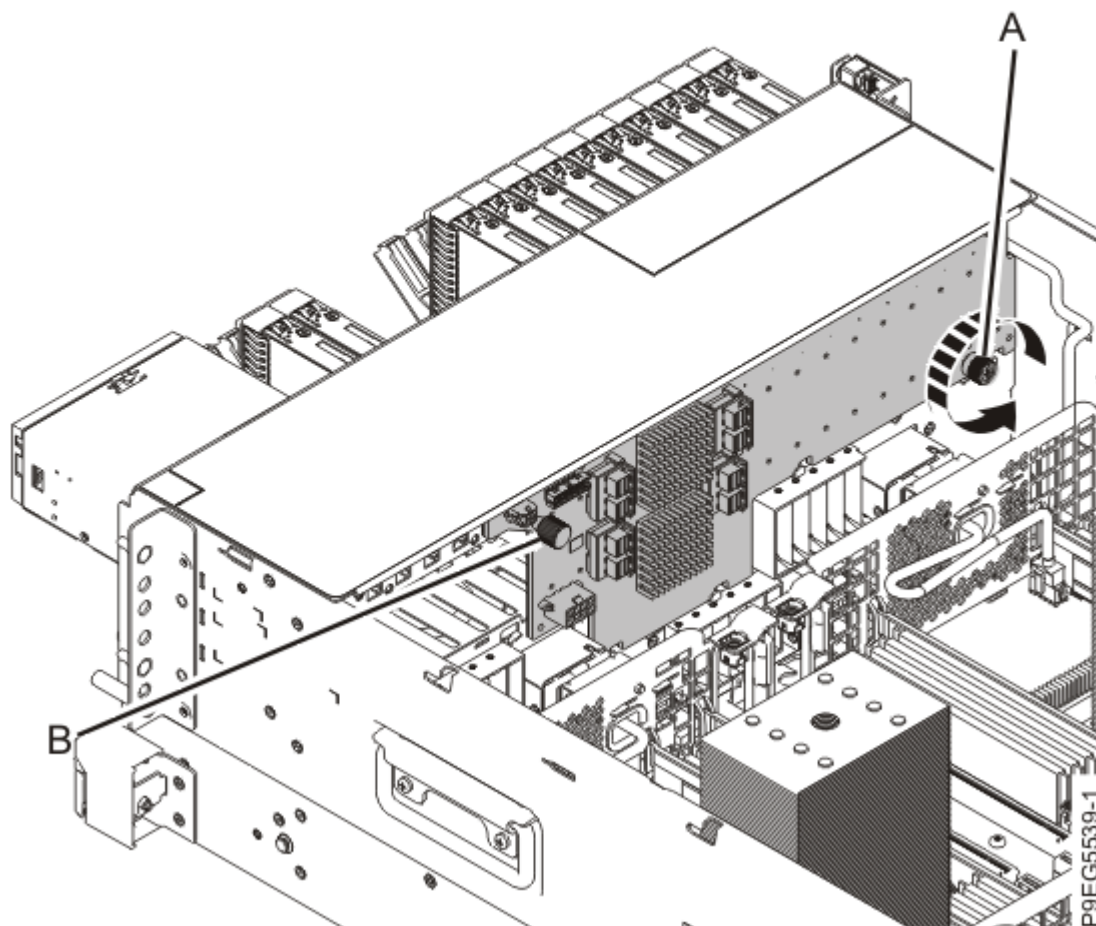

Figura 47. Cómo aflojar el tornillo de la placa posterior de la unidad de disco
9. Desatornille con cuidado el tornillo cautivo **(A)** de la placa posterior de la unidad de disco hasta que esté totalmente aflojado, tal como se muestra en la Figura 47 en la página 52.